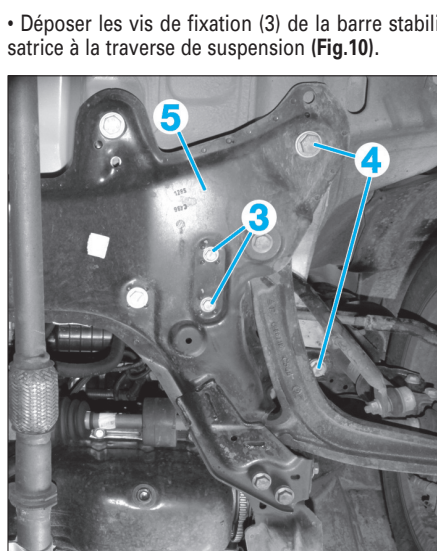

Fig. 10
- Déposer les vis de fixation (3) de la barre stabilisatrice à la traverse de suspension (Fig.10).